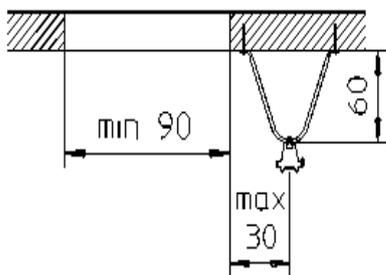

Abb. 2:
1. Stellen Sie die Grundeinheit (lt. Abb. 2) so vor der Hausfront auf, dass die Lastbühne von rechts in eine Tür- oder Fensteröffnung eingeschwenkt werden kann.
(*Siehe Abb. 2*) Verbinden Sie die Wandbefestigung mit der rückseitigen Nut des Mastes und verdübeln Sie die Wandbefestigung an der Hausfront. Befestigung pro Etage (max. Abstand 4,00 m).